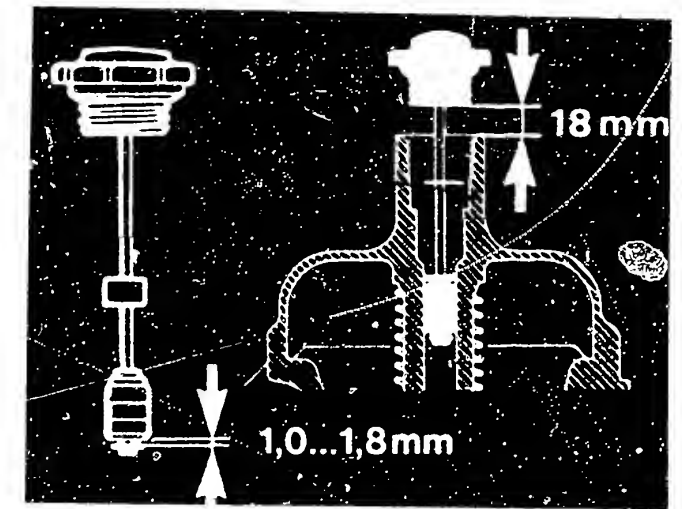

Bild 20 Zenith-Stromberg-Vergaser: Auffüllen des Dämpfers mit ATF-Öl (rechts) und Kontrolle des Kolbenspiels (links).
f) Als **Dämpferöl** ist ATF Typ A zu verwenden und soviel einzufüllen, dass man beim Einsetzen des Kolbens bei einem Abstand von 18mm (Bild 20) Widerstand verspürt. Das Kolbenspiel des Dämpfers muss 1,0...1,8mm betragen.